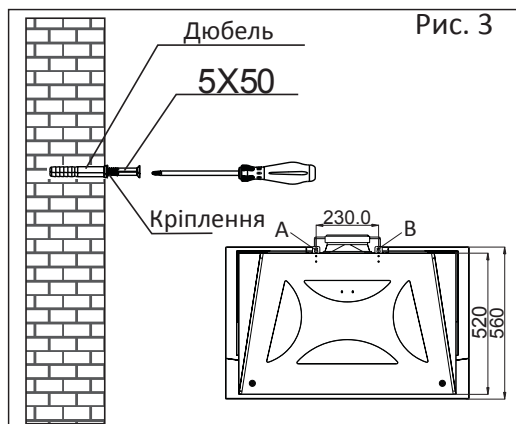

Рис. 3
2) Відповідно до розміру отворів кріплення витяжки просвердлить 2 отвори в стіні діаметром 10мм та глибиною 75-85мм. Вставте в отвори 2 дюбеля з монтажного комплекту. Зафіксуйте кріплення витяжки за допомогою 2 гвинтів 5x50. Потім вставте гвинти ST5X50 у отвори А і В та остаточно закріпите кріплення на стіні. (Рис. 3)